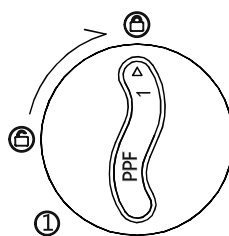

Figura 7
6. Ușor împingeți filtrul și rotiți-l 90° în sensul acelor de ceasornic, asigurați-vă că semnul triunghi trebuie să corespundă cu semnul ⊕ ca în figura 7.